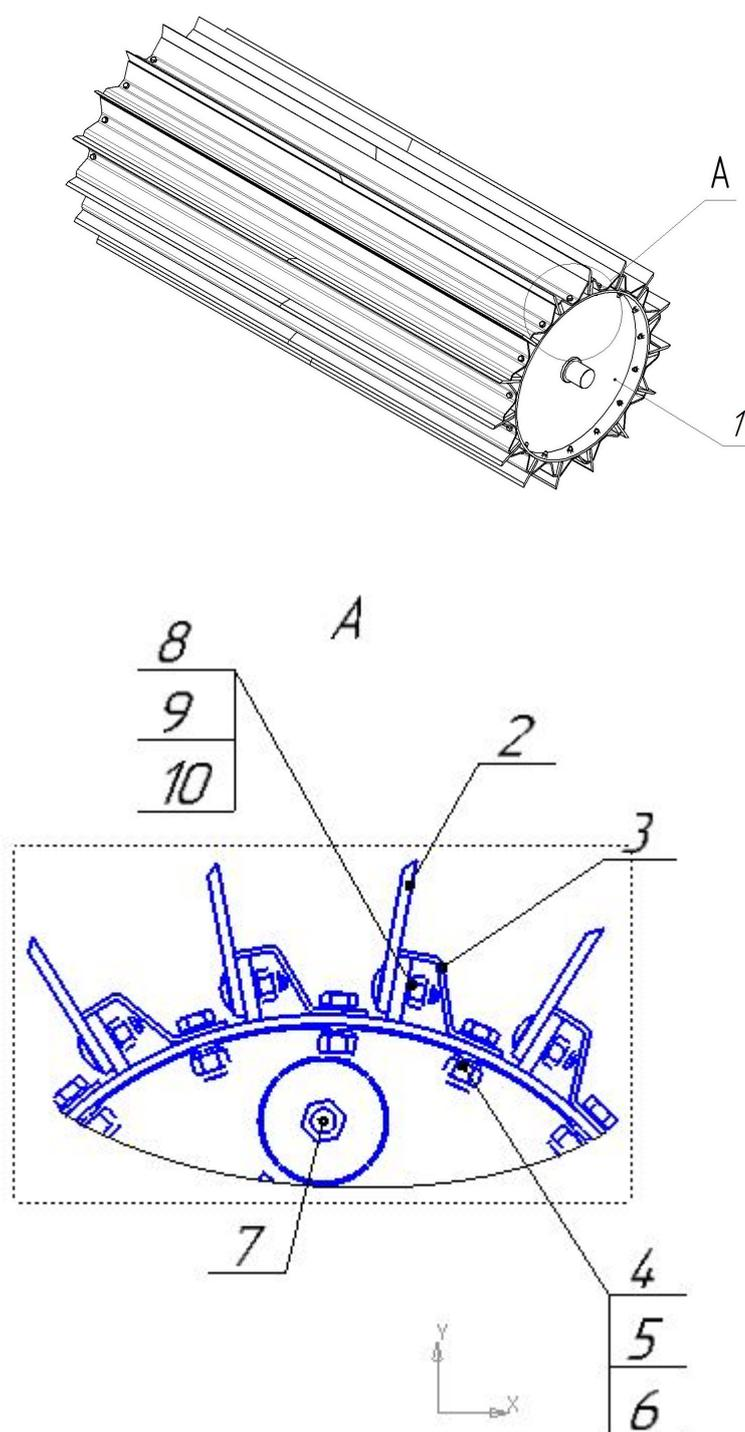

Рис. 7
1.4.8 Барабан с ножами представлен на Рис. 7 и включает в себя: